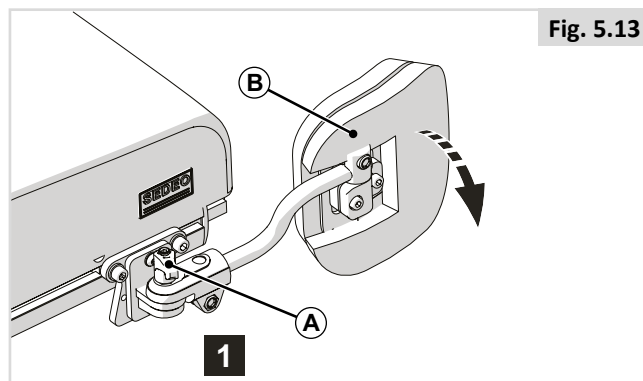

Fig. 5.13
1. Enfoncez (A) pour basculer (B)
5.7 Cale genou (Fig. 5.13)